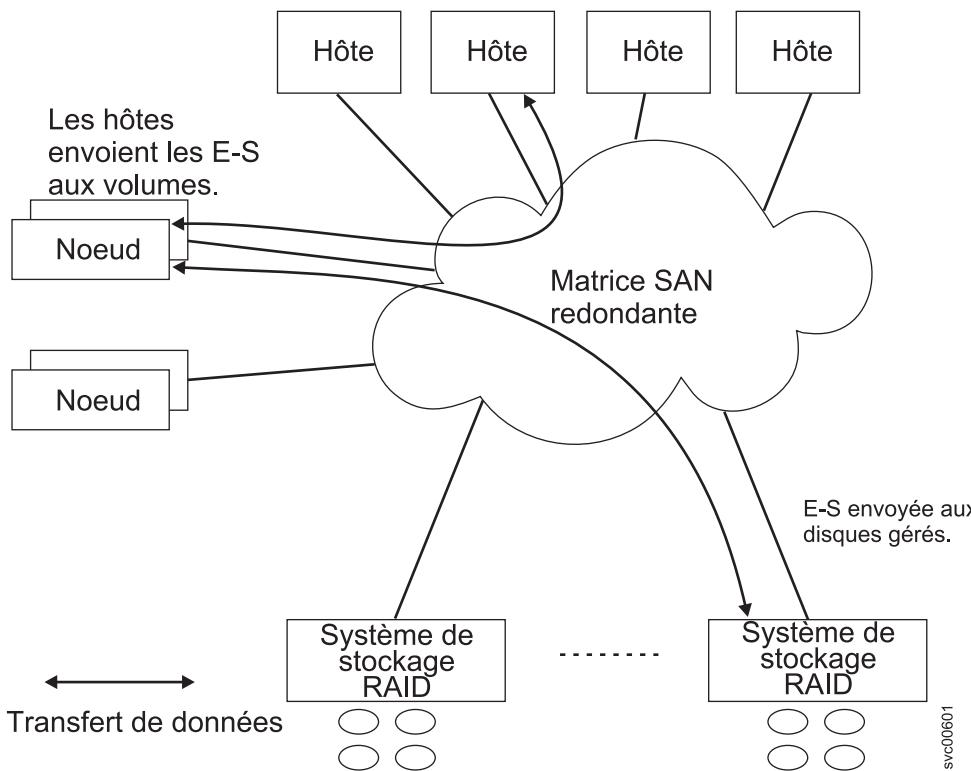

Figure 2. Flot de données dans un système SAN Volume Controller
- La figure 2 montre le flot de données dans la matrice.